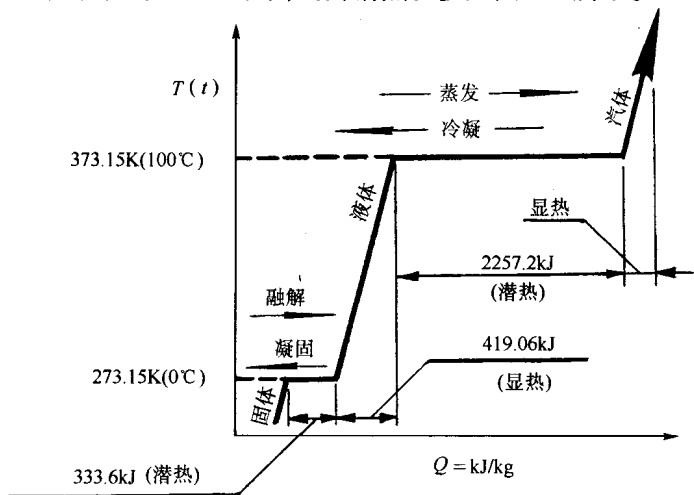

图 1-8 水的状态变化和热量变化
使物体状态发生变化,而温度不变,所需要的热量称为潜热。如 373K 的水变为 373K 的蒸汽,或 273K 的水冻结成 273K 的冰,均为潜热。参见图 1-8 所示。
3. 已知冰的密度 ρ 值为 920kg/m³,由图 1-8 查得冰的融解热为 333.6kJ/kg。将公式(1-9)改写成下式:
冰的融解热查图 1-8 为 333.6kJ,水的比热容和冰的比热容查表 1-1,分别为 4.1868kJ和 2.0306kJ。